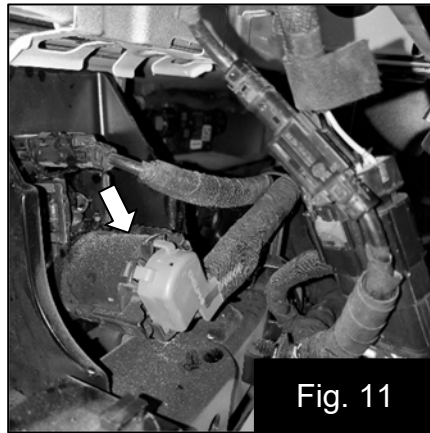

Fig. 11
13. Desconecte el conector del remolque e instale el arnés tipo T entre el conector del remolque y el arnés de fábrica. Enchufe el conector de dos pines del arnés en T al arnés del amplificador. Fig. 11 y 12